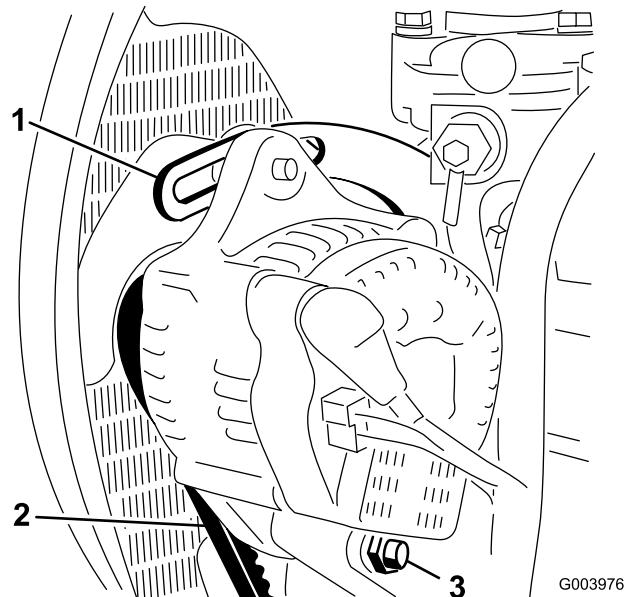

Bild 67
2. Prüfen Sie die Spannung des Lichtmaschinenriemens, indem Sie eine Kraft von 10 kg in der Mitte zwischen der Lichtmaschine und den Riemscheiben der Kurbelwelle ansetzen (Bild 67).
3. Lockern Sie die Schraube, mit der die Strebe am Motor befestigt ist, die Schraube, mit der die Lichtmaschine an der Strebe befestigt ist sowie die Drehschraube (Bild 67).